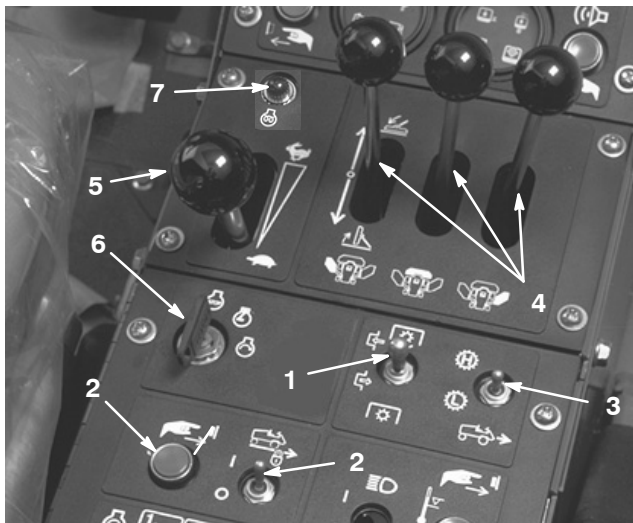

Figure 24
3. Tournez la clé de contact en position de DÉMARRAGE (Fig. 24). Relâchez la clé dès que le moteur démarre et laissez-la revenir en position de MARCHÉ.